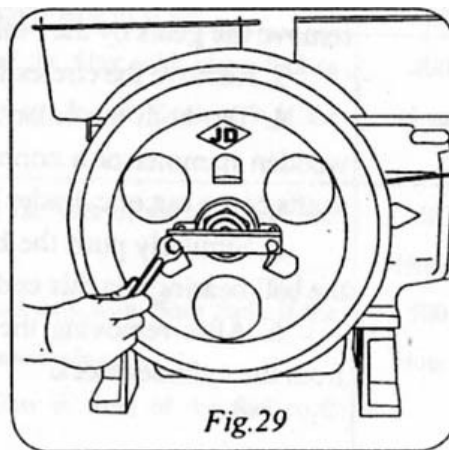

Рис.29
4. Вытяните маховик съемником (рис.29). При затрудненном снятии маховика можно воспользоваться молотком, для этого осторожно бейте молотком по центру гайки.